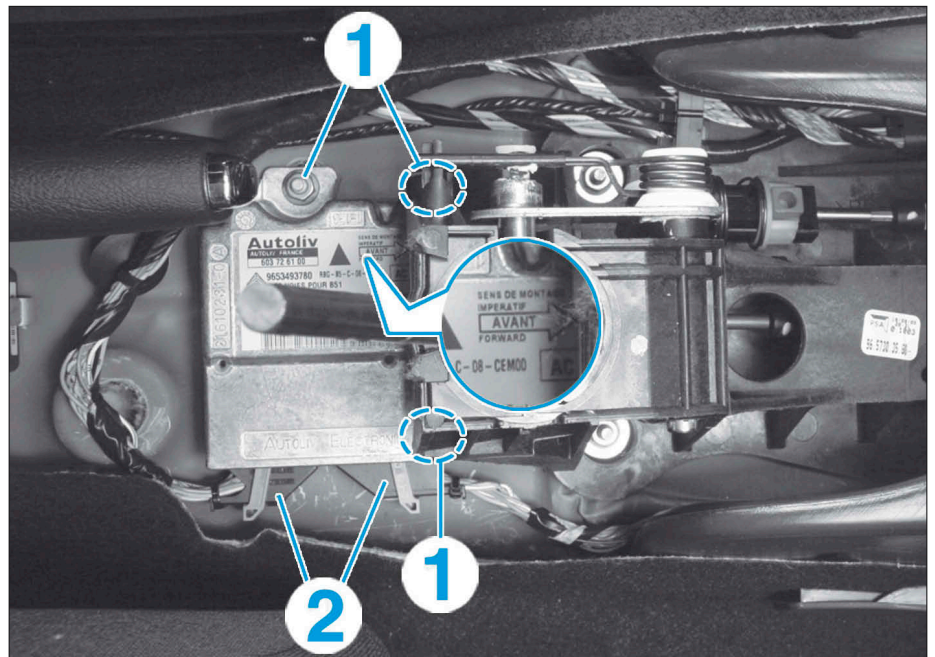

FIG. 6
- Déposer les trois écrous (1) (Fig.6).
- Débrancher les connecteurs (2).